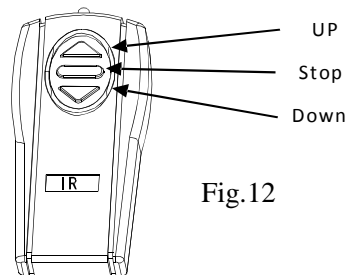

Fig.12
3. Infrarotfernbedienung (A, Fig. 12): Die max. Entfernung beträgt ca. 10 Meter.